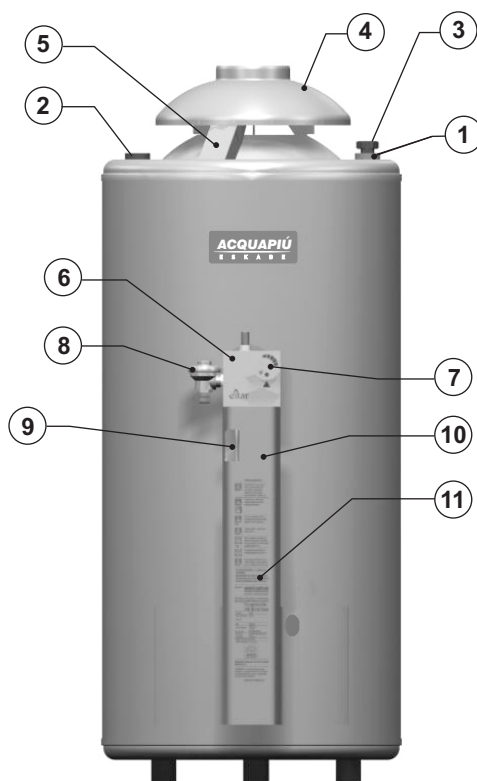

Fig. 1
1. La **Caldera**, que puede ser apoyada sobre el piso o colgada en la pared, cuyas partes principales se indican en la Fig. 1.